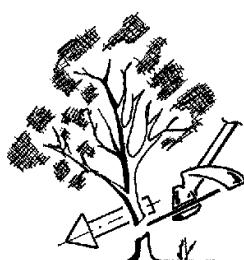

Fig.23
- Per tronchetti dai 3 ai 7 cm di diametro non dovete mai utilizzare la sega circolare in posizione orizzontale ma, sempre un po' inclinata, ed orientata dall'alto verso il basso per evitare che la lama s'inceppi. L'inclinazione deve essere aumentata all'aumentare del diametro (Fig. 23).